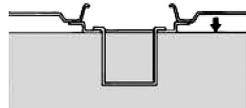

Рис. 4
2. Убедитесь в наличии топлива, если топлива мало, долейте до необходимого уровня (рис. 4).
**При первом запуске или после длительного простоя заполните бак генератора на  $\frac{3}{4}$  или до уровня, указанного на рис. 4.**